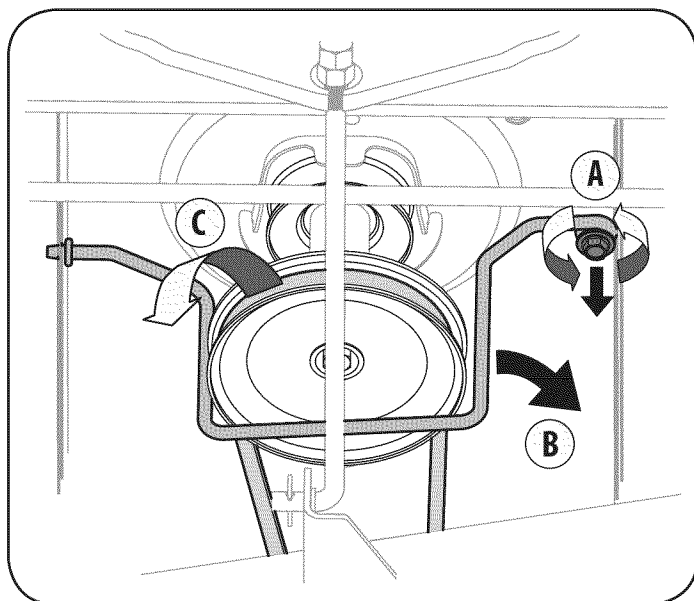

Figura 19
4. Retire la correa (C) de alrededor de la polea del motor del tractor. Véase la figura. 19.